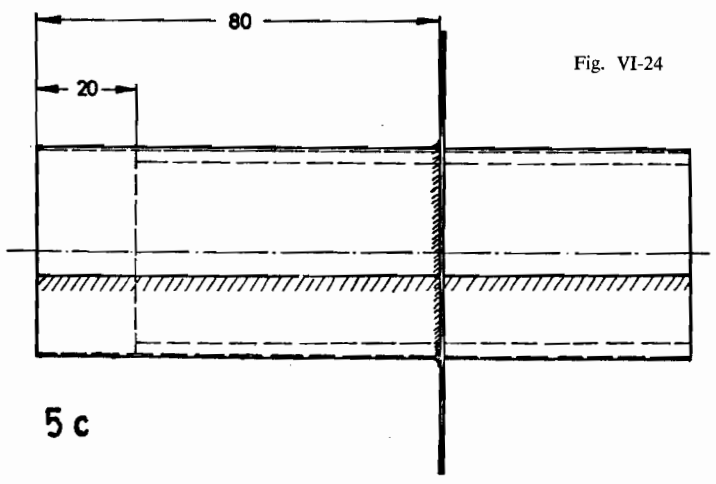
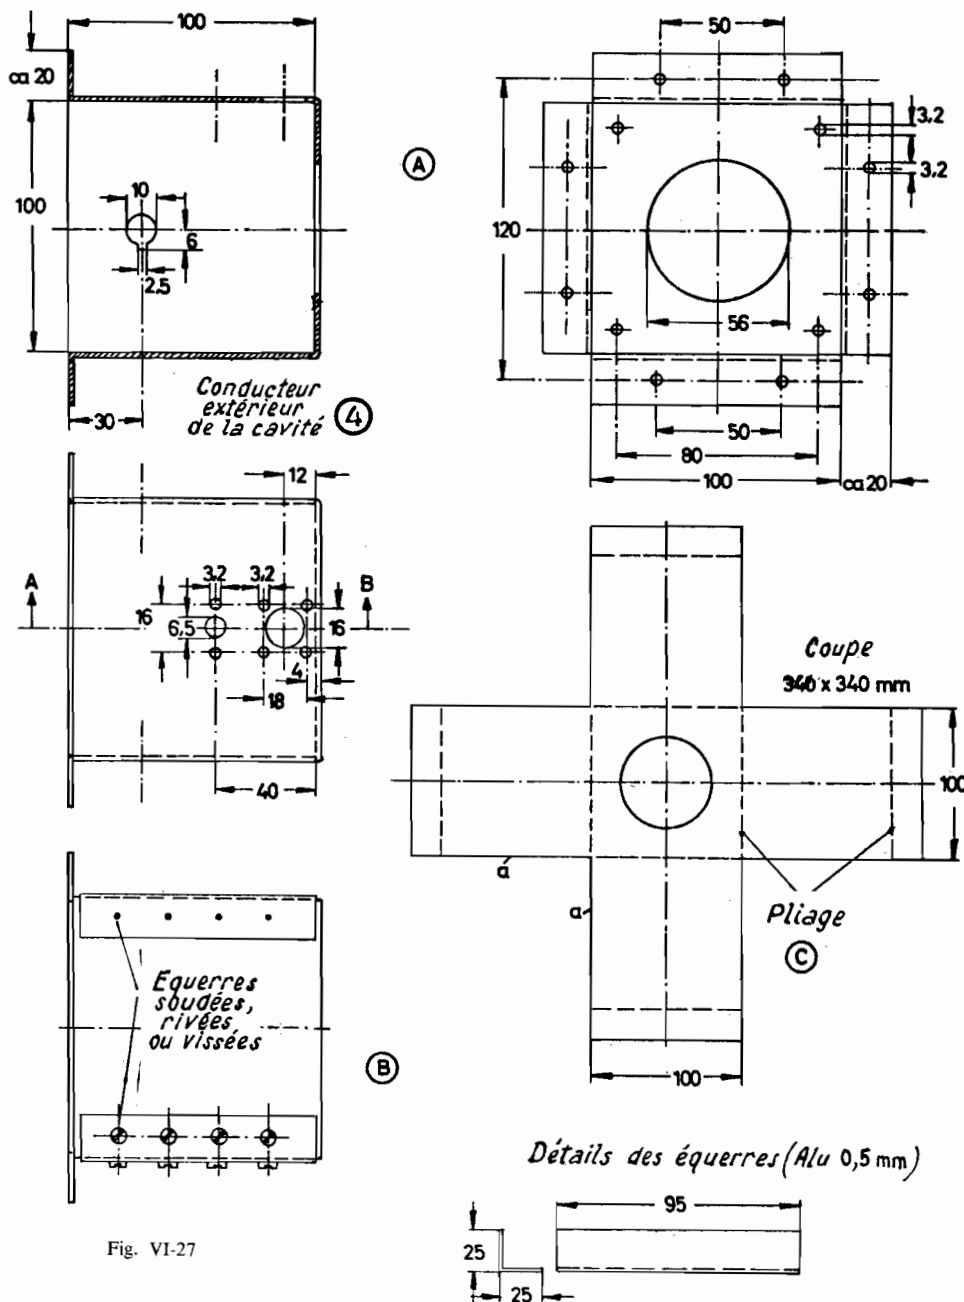

Fig. VI-24
Fig. VI-27
d'épaisseur. Enfin le conducteur central sera mis en place après assemblage (5), (Fig. VI-24). Il est constitué par une feuille de cuivre dur de 1/10 mm d'épaisseur et de 130 x 300, roulée sur un mandrin de 41,5 mm et soudée, bord à bord. La rondelle 5 b de la même figure y est soudée à 80 mm de la base et centrée soigneusement. Il reste alors à empiler successivement les deux rondelles de mica (7) et la contre-plaque (102 x 102 x 3) (6) (Fig. VI-26) et à fixer le tout par 4 vis de 3 mm qu'on ne bloquera qu'ultérieurement, lorsque tout aura été mis en place et convenablement centré. La figure VI-27 B-C représente les détails de découplage, de pliage et d'assemblage des éléments extérieurs de la cavité.